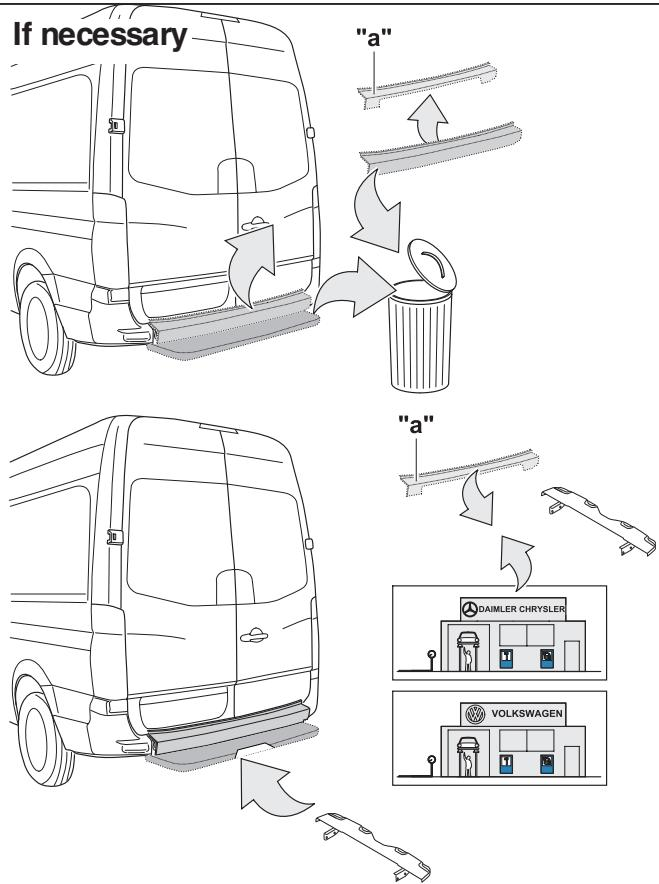

Fig. 1
8. **Автомобили с подножкой:** Закрепить заменяющую степ-подножку в отверстиях Е, рисунок 1.